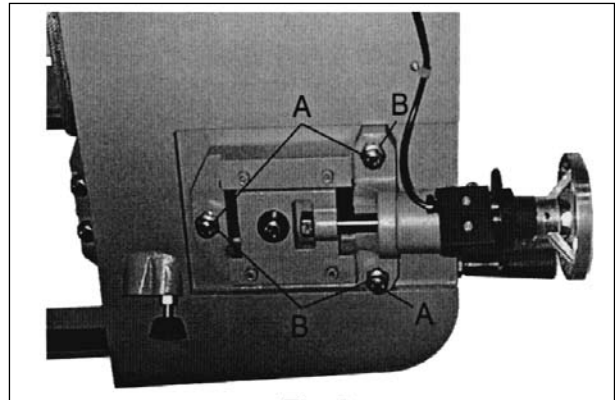

FIG. 3
- Desserrer les 3 vis situées sur ce support (A,fig3)
- Le réglage de l'alignement se fait en serrant ou en desserrant les écrous (B,fig 3).
- Resserrer les vis (A,fig 3) une fois le réglage terminé.